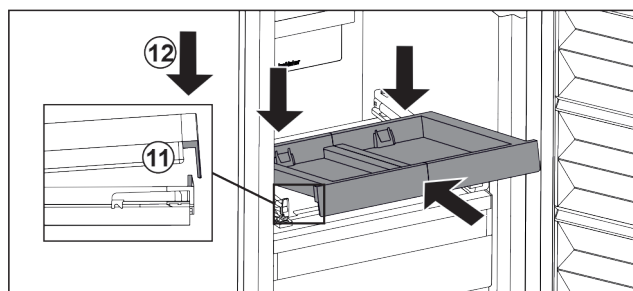

Fig. 37
- Skjut in i vinkel. Kontrollera att stoppet befinner sig på båda sidorna bakom fliken. Fig. 37 (11)
- Sätt ned utdragshyllan fram till. Fig. 37 (12)